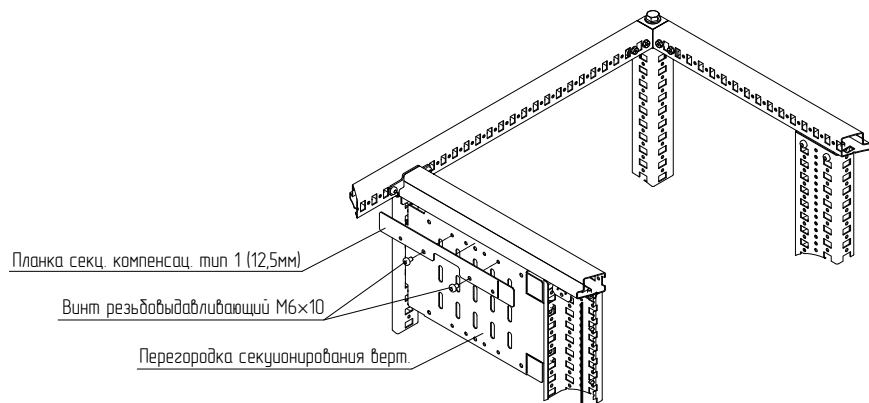

Рисунок 88
4.30.3 Приложить планку секционирования компенсационную тип 1 к перегородке секционирования вертикальной и закрепить винтами М6×10 (рисунок 88). Момент затяжки – 7 Н·м.